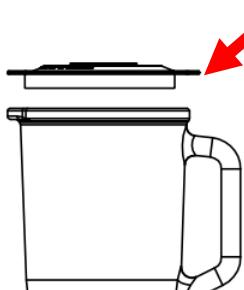

Fig.6
2. Inserte la comida en el vaso (Fig 6). Normalmente, hace falta añadir algo de agua purificada para facilitar el proceso de batido. La proporción de comida y agua es 2:3. Importante: el contenido del vaso nunca debe exceder el nivel máximo indicado en el mismo. NOTA: Nunca utilice líquidos en ebullición ni haga que la batidora funcione vacía.